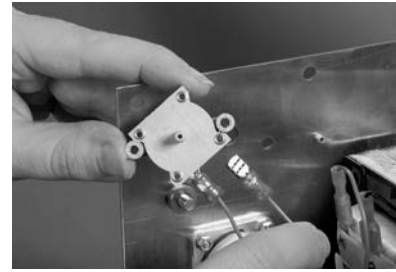

Figura 4-12 Fios do pressóstato
5. Consulte a figura 4-12. Ligue os fios ao pressóstato novo.